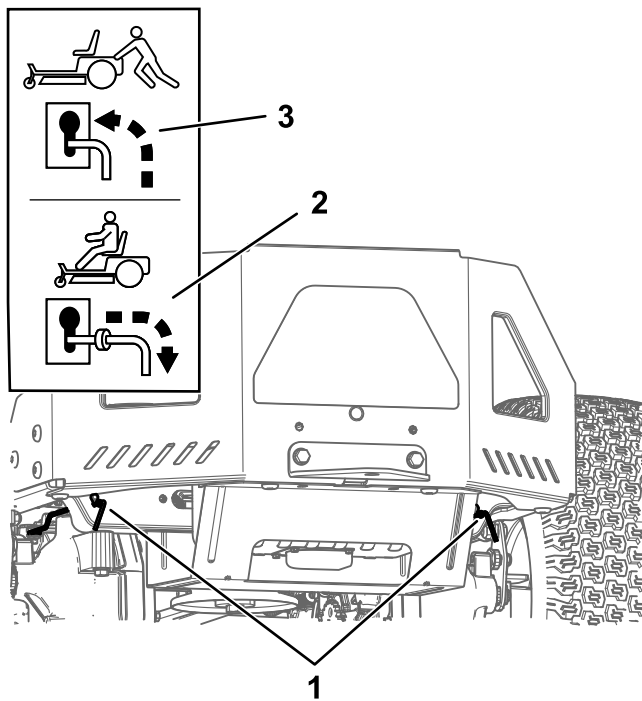

Figura 30
4. Spostate entrambe le leve di bypass in avanti attraverso il foro asolato e verso il basso per bloccare in posizione (Figura 30).